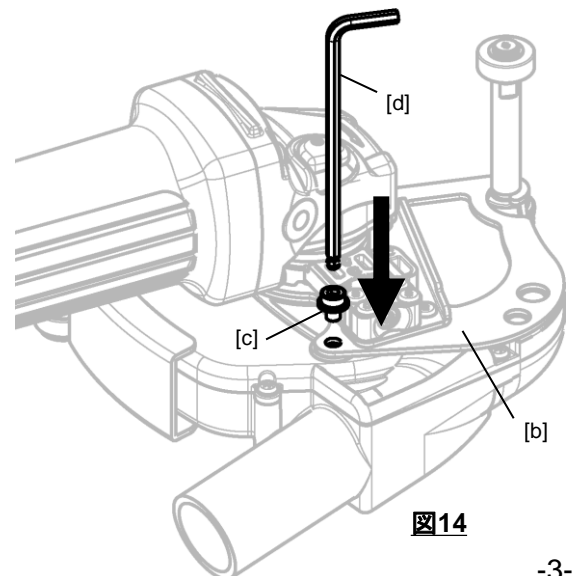

図14
10. [d] レンチを用いて、[c] M5ボルトを [b] アダプタユニット上の穴から[a] 本体のネジ穴へ締結して下さい。(図14)